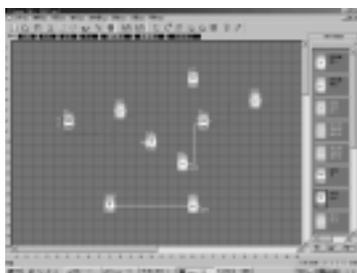
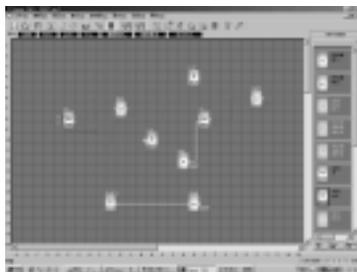

图 4.12 起动模拟
图 4.13 模拟运行界面
1. 用鼠标左键点击指令“控制器”菜单下的“模拟”的“开始”如图 4.12 所示,即可开始模拟运行程序。或者用鼠标点击工具栏中“”按钮也可开启模拟运行界面。模拟运行界面如图 4.13 所示。